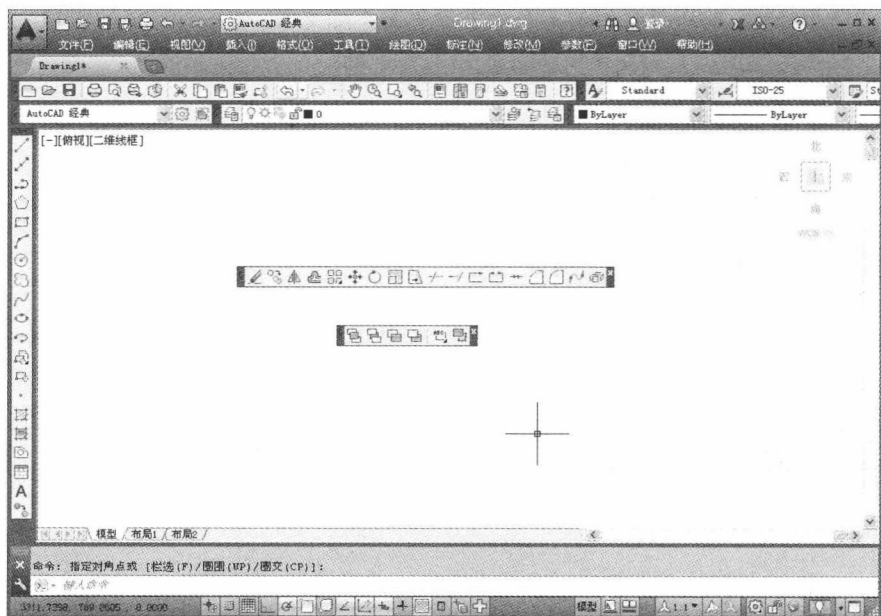

图 1-12 “浮动”工具栏
② 工具栏的“固定”“浮动”与“打开”。工具栏可以在绘图区“浮动”（图 1-12），此时显示该工具栏标题，并可关闭该工具栏。拖动“浮动”工具栏到图形区边界，可使其变为“固定”工具栏，此时工具栏标题隐藏。也可以把“固定”工具栏拖出，使它成为“浮动”工具栏。